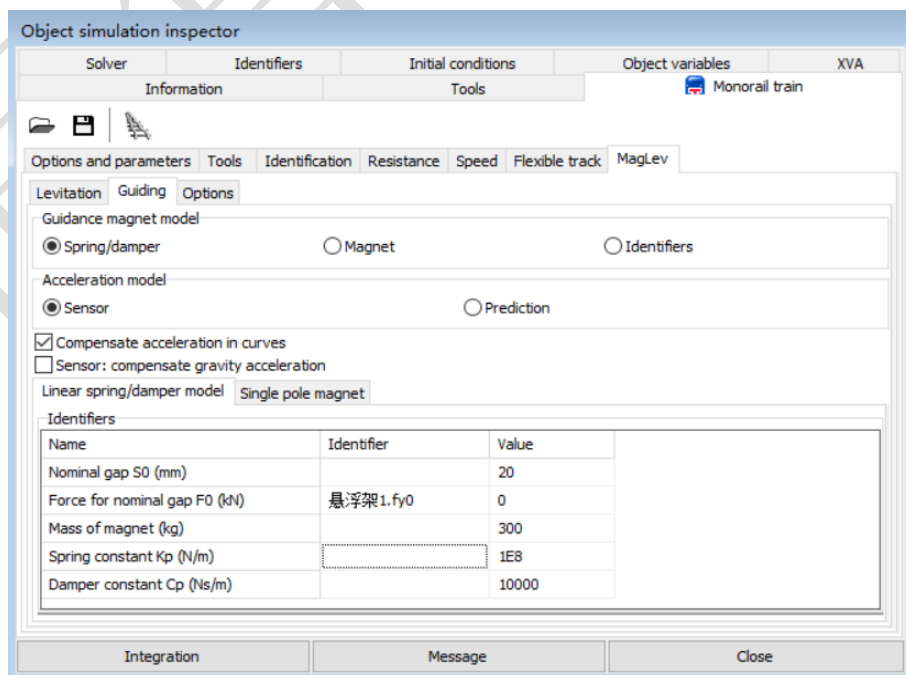

图 3-152
- 6) 切换 **Maglev**→**Guiding** 页面，设置如图 3-152。